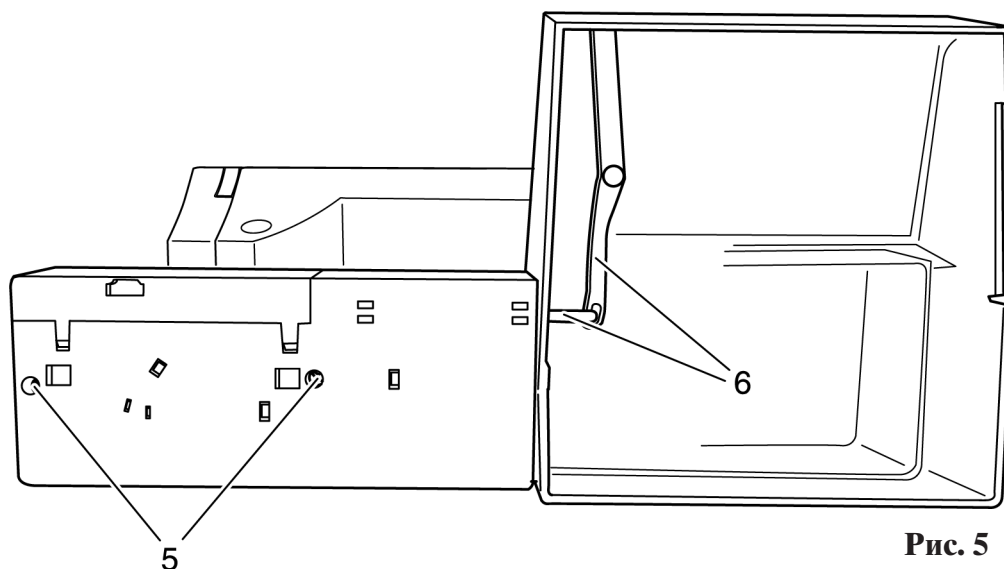

Рис. 5
- Выверните оба крепежных винта 3 крышки рукавной платформы (рис. 5).
- Расцепите пружину 3 (рис. 5).